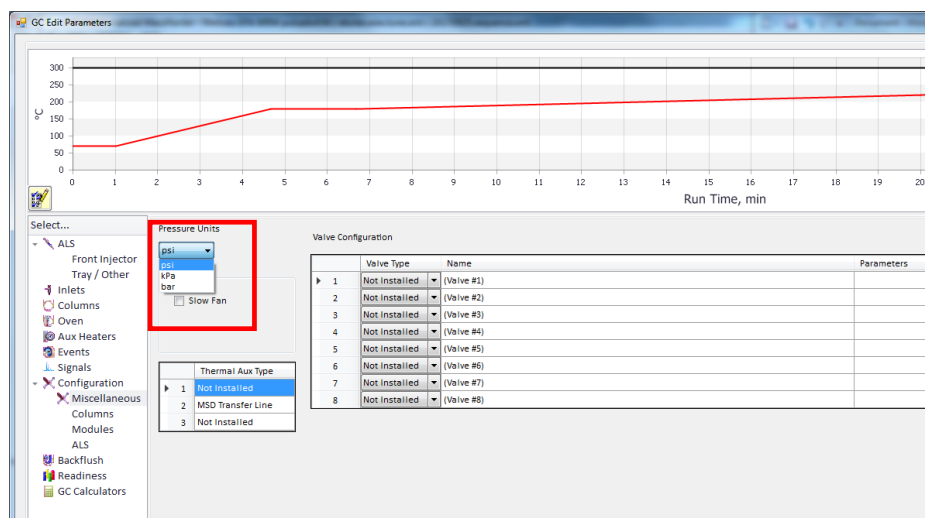

Figura 19. Configuración de las unidades de trabajo para la presión del GC.
8.5.2. En la opción **Miscellaneous** del panel de control izquierdo seleccionar las unidades de presión, para esto seleccione en el campo **Pressure Units** la opción **psi** (véase Figura 19).